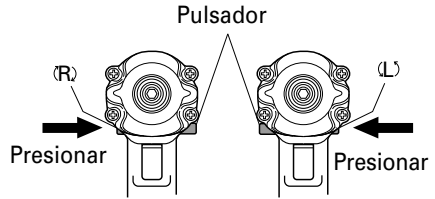

Fig. 14
El lado L (izq.) del botón pulsador se usa para hacer girar el manguito hacia la izquierda. (Vea la Fig. 14). (Las marcas (L) y (R) están en el cuerpo de la herramienta.)